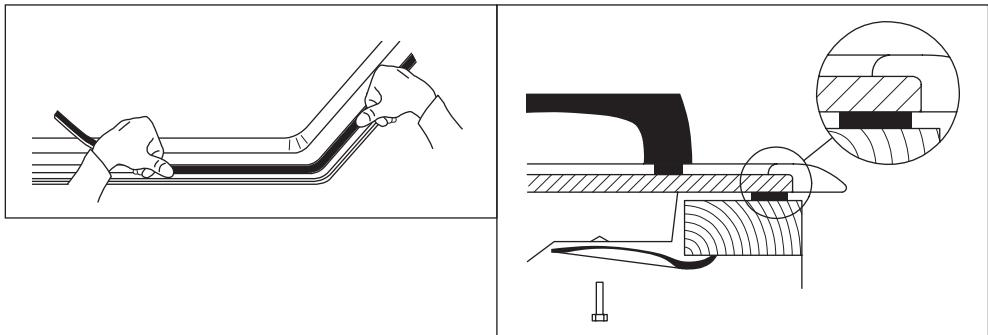

Рис. 6. Установка уплотнителя и фиксаторов
- Фиксаторы, входящие в комплект варочной поверхности, предназначены для ее крепления к столешницам толщиной от 20 до 40 мм. Схема крепления варочной поверхности показана на Рис. 6. Для надежного крепления варочной поверхности используйте все фиксаторы.
7. Перед установкой варочной поверхности обязательно воспользуйтесь уплотнительной резиновой полоской, для качественного соединения с поверхностью столешницы (Рис. 6)